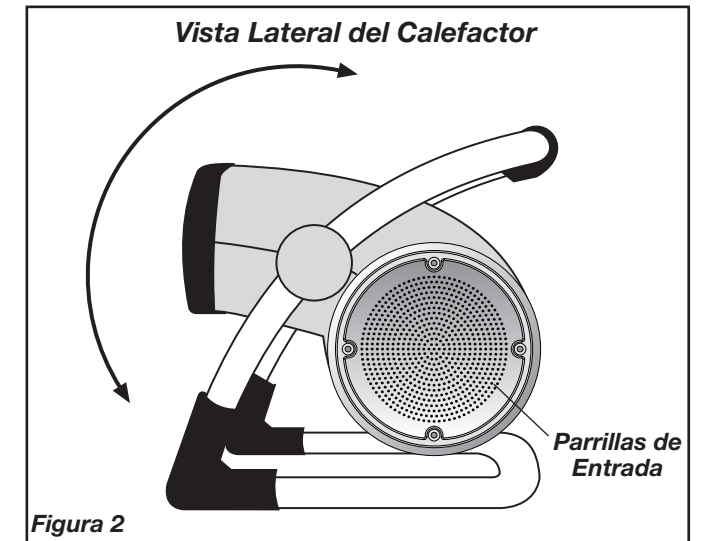

Figura 2
7. Mueva la **Perilla de Encendido** hasta la posición de calor deseada. El Calor Alto (1500 vatios) está representado por el (II) y el Calor Bajo por el (I).
9. Para ajustar el ángulo del flujo de aire del Calefactor, haga girar el cuerpo del Calefactor hacia delante o hacia atrás hasta la posición deseada. **Figura 2**
11. Para desconectar el Calefactor, gire la **Perilla de Encendido** hacia la posición de "APAGADO" (0), luego retire el enchufe del tomacorriente.
OPERACIÓN DEL TERMOSTATO (Figura 2)